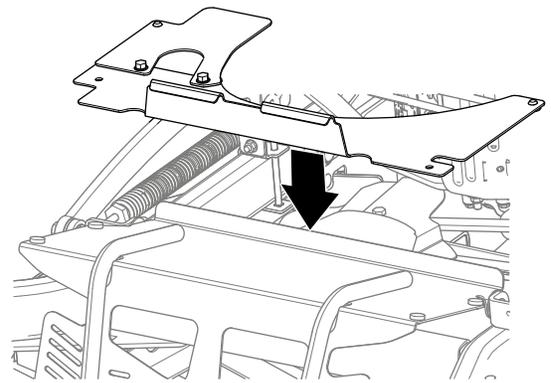

Рисунок 36
1. Установите защиту двигателя на машину, как показано на Рисунок 36.